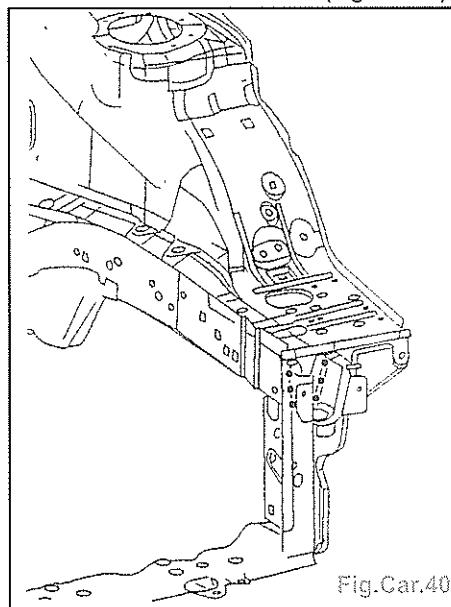

Fig.Car.40
- Poser l'embout de brancard (Fig.Car.40).